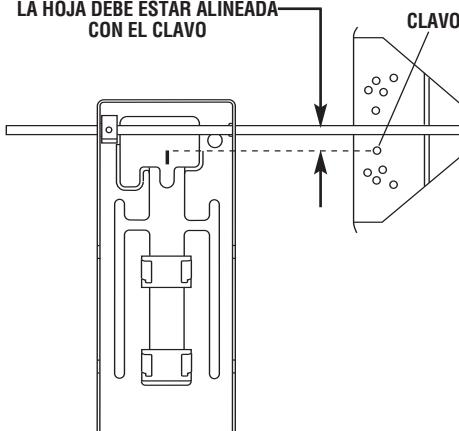

FIG. 14
3. Coloque el tope-guía para cortar al hilo en la sierra con la guía de borde orientada hacia ARRIBA. Para que el tope-guía para cortar al hilo corte un círculo, el clavo debe estar alineado con la hoja, tal como se muestra en la (Fig. 14).